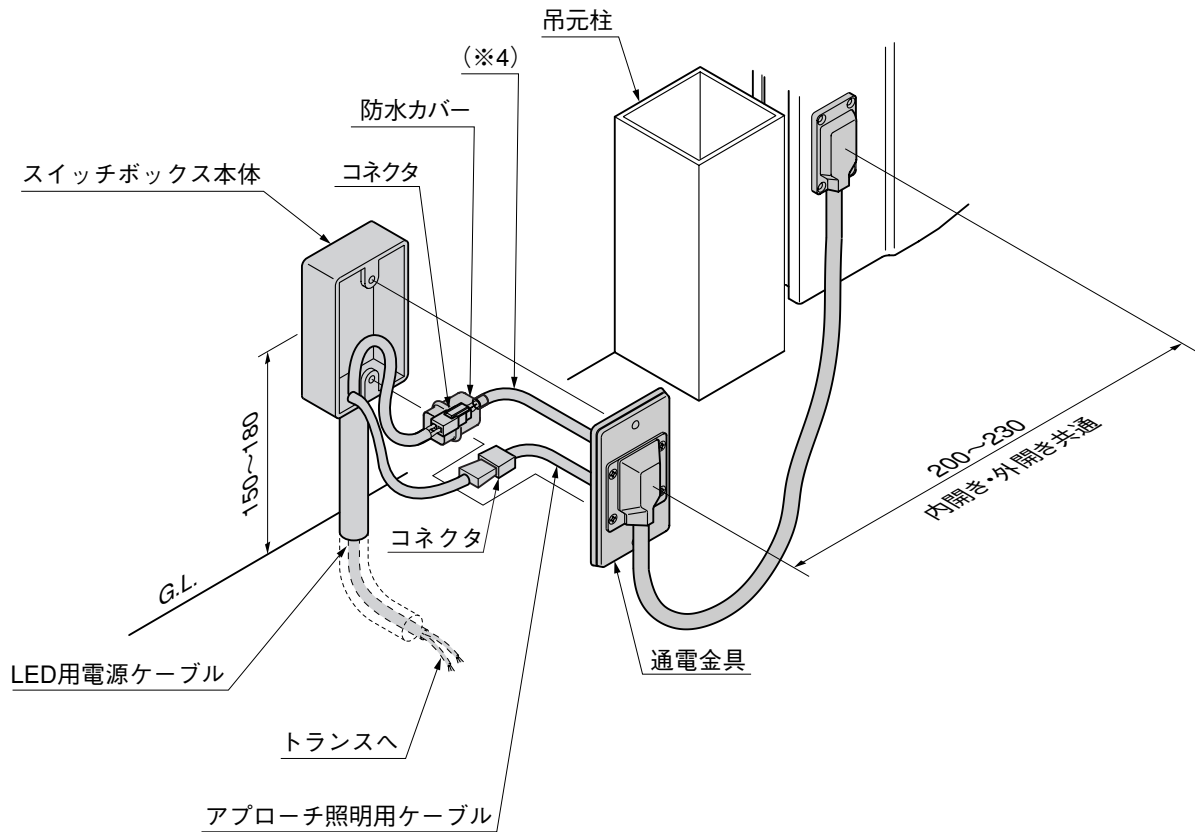

図6-1
- ❶ スイッチボックス本体を図6-1を参照して取付けてください。
- ❷ 通電金具のコネクタとLED電源ケーブルのコネクタを接続してください。
- ❸ 通電金具をスイッチボックス本体に取付けてください。